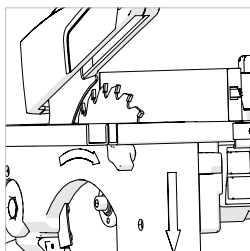

Fig. 21
- Den Anschlag zum Sägeblatt hochschieben, dabei den Sägeblattschutz von Hand so anheben, dass die Führungsfläche entlang des Sägeblatts und unterhalb des Sägeblattschutzes liegt. (**Abb. 21**)